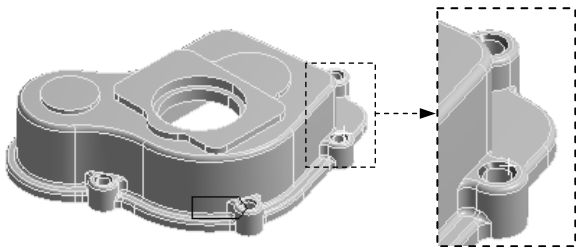

图 2.6.18 命名选择集 chamfer-selection (二)
(3) 在“Outline”窗口中单击  chamfer-selection 节点, 系统切换到“Worksheet”窗口, 采用系统默认参数设置, 单击 按钮。
(4) 打开 **Graphics** 选项卡, 切换到几何显示界面, 结果如图 2.6.18 所示。